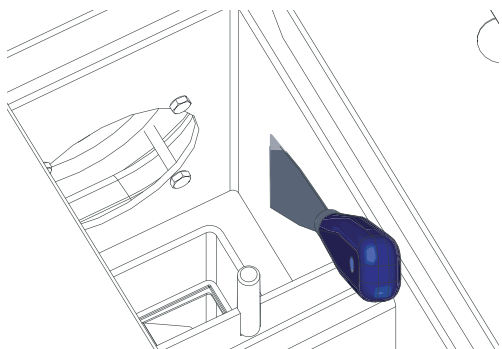

Fig. 68 Nachheizflächen reinigen
- ▶ Nachheizflächen oben mit Spachtel und Pinsel reinigen – Fig. 68.